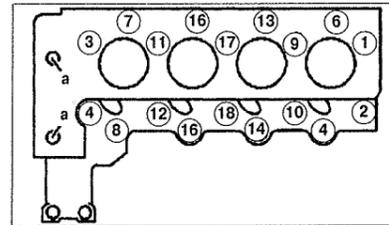
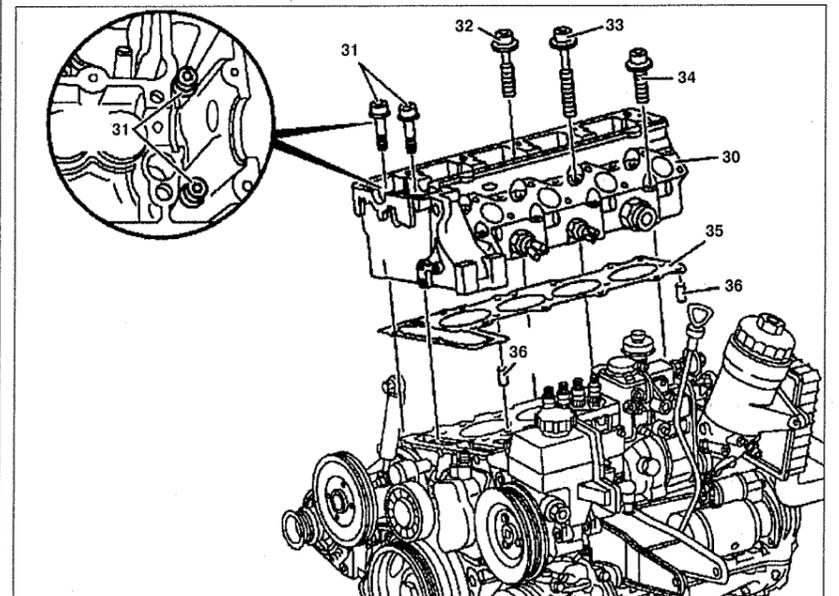

Рис. 4.18. Порядок ослабления болтов крепления головки блока цилиндров
Рис. 4.17. Головка блока цилиндров:
26. Ослабьте и открутите болты **32, 33** и **34** крепления головки блока цилиндров (см.рис.4.17). Порядок ослабления болтов крепления указан на рис. 4.18.